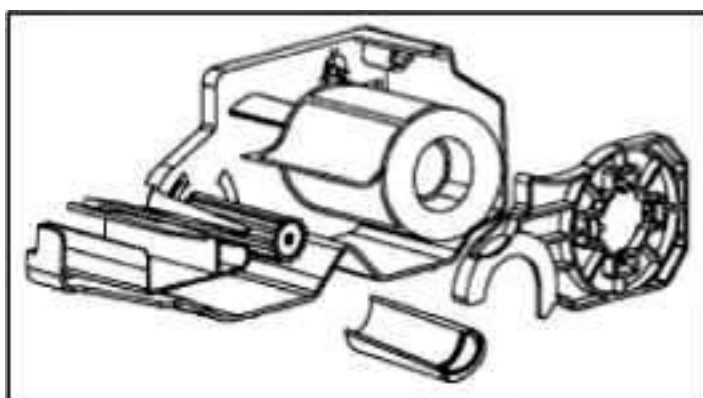

Рис.5.7 - Установка рулона
5. Встановіть рулон (див. рис. 5.7).